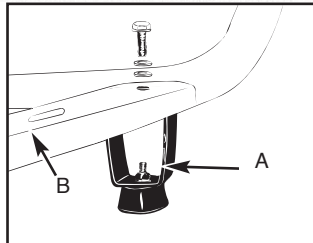

Рис. 1G
Используя гайки, а также плоские и пружинные шайбы и болты, входящие в комплект поставки, прикрепите 2 ножки (H) к раме генератора (I) (Рис. 1G и Рис. 1H).